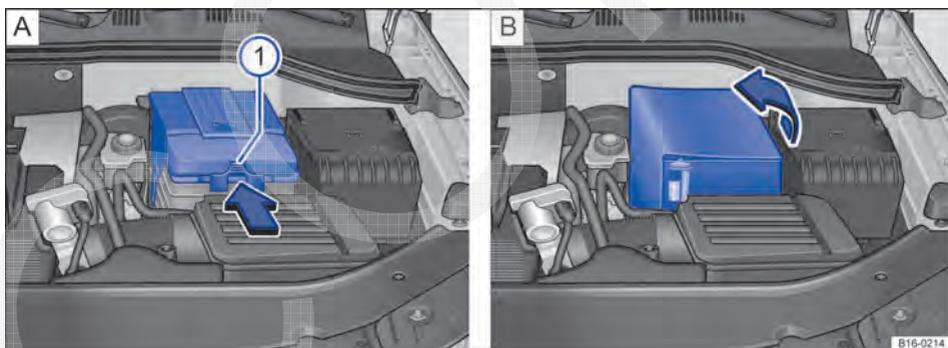

Fig. 201 Bateria do veículo 12 V no compartimento do motor: **A** variante 1: remover a cobertura de plástico. **B** Variante 2: rebater a guarnição flexível.
- *Com uma cobertura de plástico:* pressionar sobre a tira → Fig. 201 [A] ⌚ no sentido da seta e retirar a cobertura para cima.
- *Com uma guarnição flexível:* rebater a cobertura para cima no sentido da seta → Fig. 201 [B].